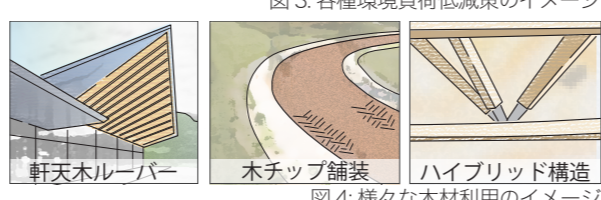

図4: 様々な木材利用のイメージ
- A) W+S・RC 等のハイブリッド構造や小径集成材を活用した**一部木造等、調達やコストバランスが取れた見える木材利用構造**を提案します。(図4)
- B) 外構部のウッドチップや木質デッキ材、半屋外軒天の木ルーバー等、**耐候性に配慮した維持管理しやすい木材利用**を提案します。(図4)
- C) 内部間仕切りや床材の木質化、木製家具什器、サイン等による、**触れて感じられる木材利用**を提案します。(図4)